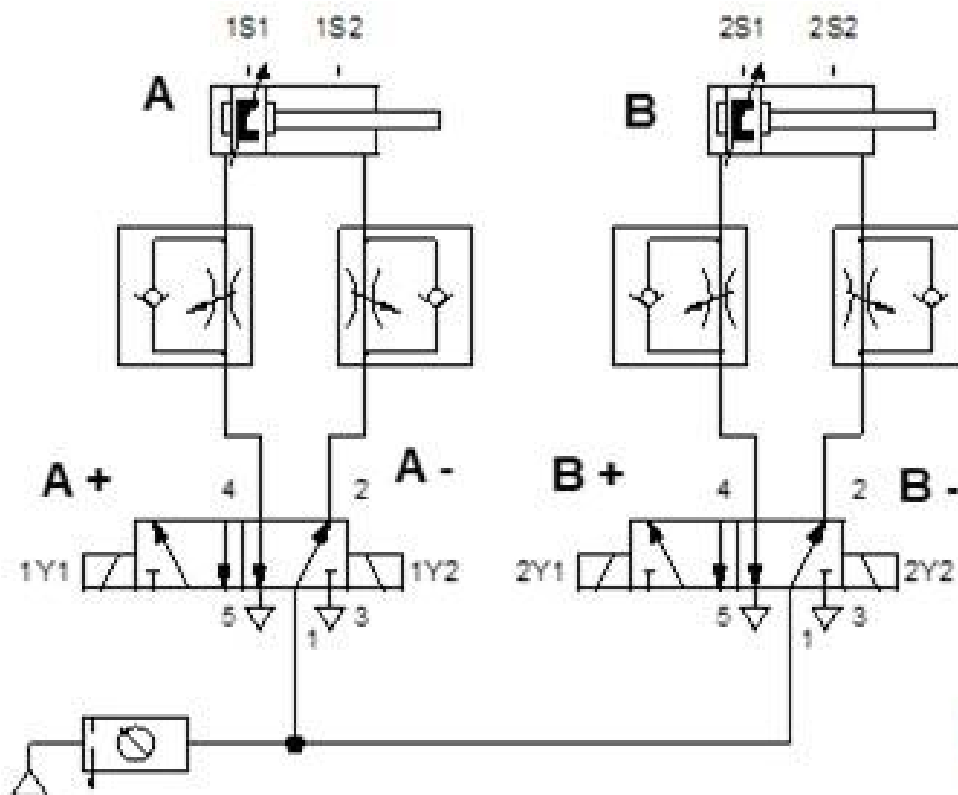

Figure 2
3) Le schéma ci-dessous (**Figure 2**) représente un circuit de puissance d'une installation électropneumatique.